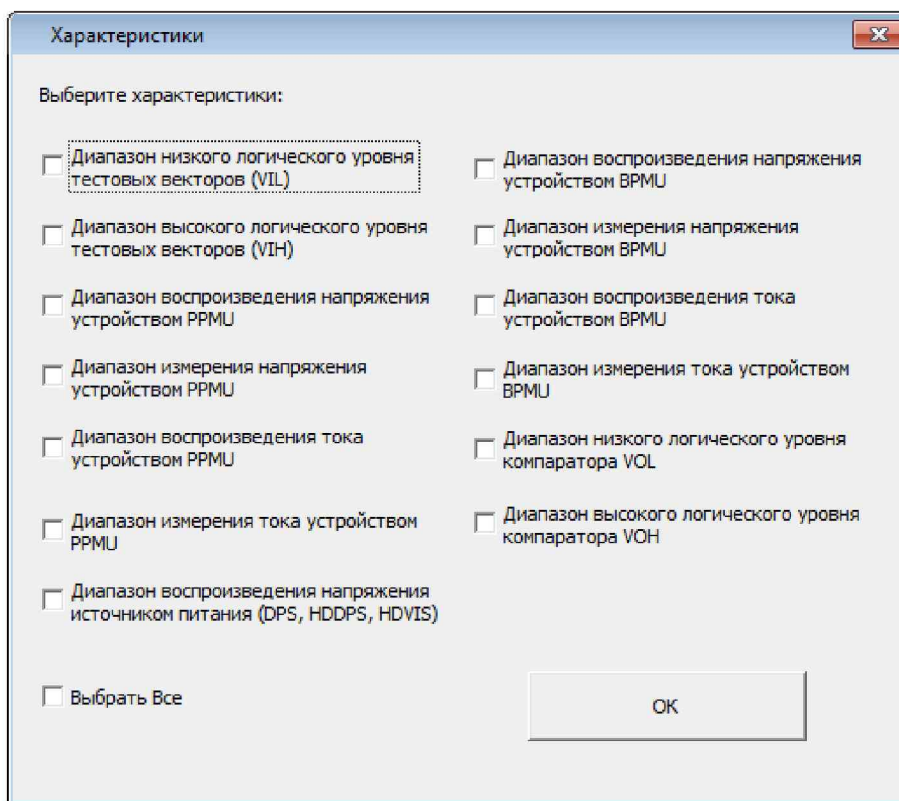

Рисунок 11 – вид окна «Характеристики»
6.4.2.1 В окне «Характеристики» (рисунок 11) выбрать «Диапазон низкого логического уровня тестовых векторов (VIL)», «Диапазон высокого логического уровня тестовых векторов (VIH)», нажать кнопку <ОК>.
6.4.3.1 В окне «Характеристики» (рисунок 11) выбрать «Диапазон воспроизведения напряжения устройством РРМУ», «Диапазон измерения напряжения устройством РРМУ», нажать кнопку <ОК>.
6.4.4.1 В окне «Характеристики» (рисунок 11) выбрать «Диапазон воспроизведения тока устройством РРМУ», нажать кнопку <ОК>.